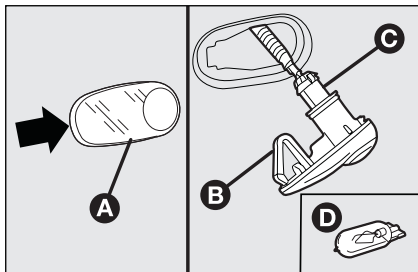

Рис. 24
- ☐ нажмите на прозрачный плафон **A**, **рис. 24**, чтобы сжать внутренний фиксатор **B**, и снимите плафон;